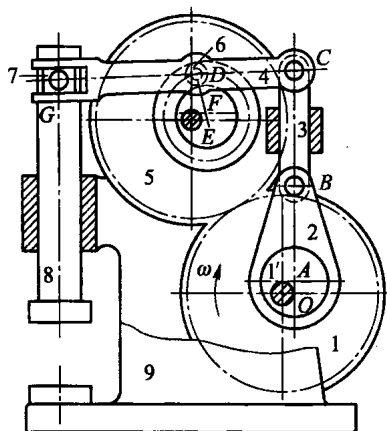

图 2.4
1. 绘制图 2.4 所示机构的运动简图，计算其自由度，并判断机构是否具有确定的运动（图中，齿轮 1 与偏心轮 1' 固连在一起，滚子 6 与齿轮 5 上开的凸轮凹槽构成凸轮副）。